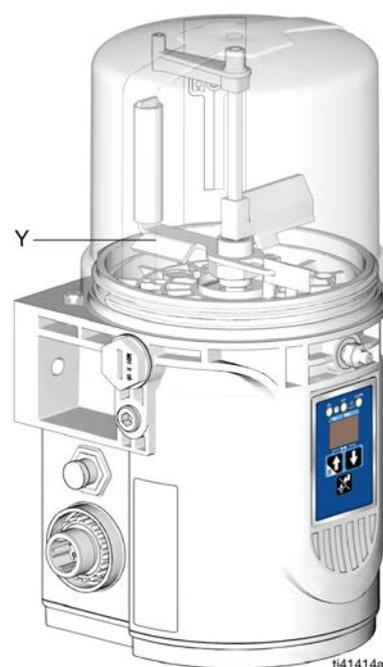

FIG. 19
1. Conecte la manguera de llenado al racor de engrase Zerk de llenado de entrada (E) (FIG. 19).